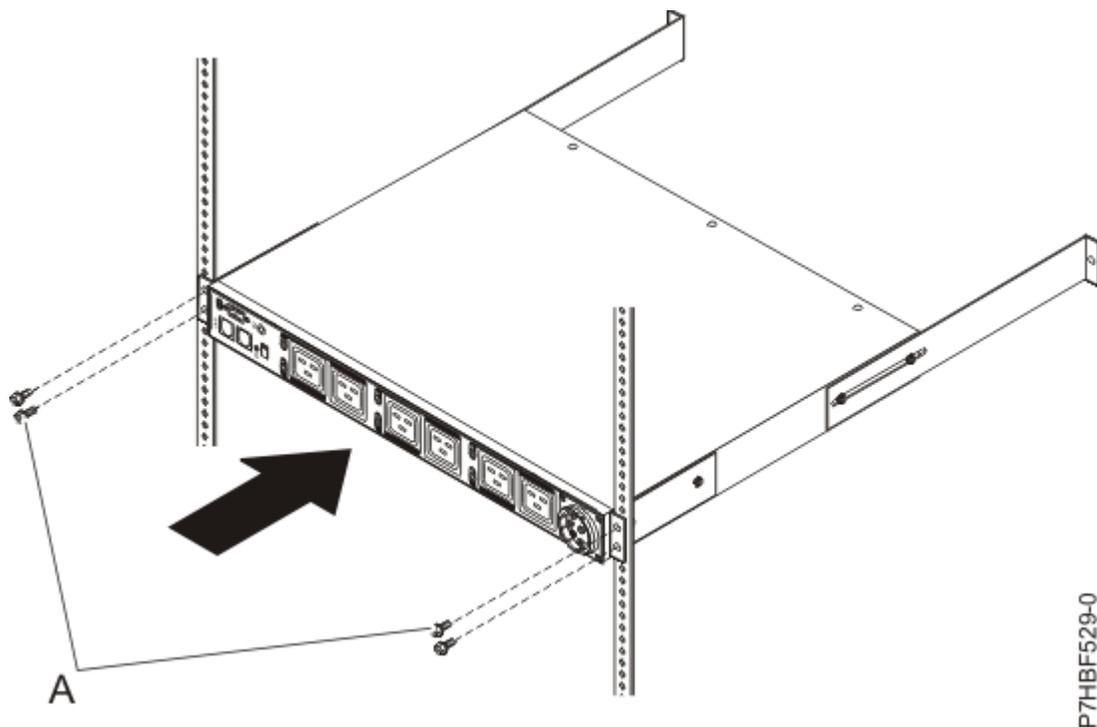

Figure 44. Fixation de l'avant de l'unité PDU+ ou Intelligent Switched PDU dans l'armoire
13. Fixez les crochets de montage longs et le panneau obturateur vide (A) sur l'armoire en procédant comme suit :
- c. Retirez les deux vis M6 (A) si des écrous captifs sont utilisés ou les vis M5 qui fixent l'unité PDU, PDU+ ou Intelligent Switched PDU aux brides de l'armoire.
- h. Alignez l'extrémité du modèle PDU, PDU+ ou Intelligent Switched PDU avec les crochets de montage courts sur l'extérieur des brides de l'armoire. Assurez-vous que les cornières s'alignent correctement avec les brides avant de l'armoire. Dans le cas contraire, marquez et réajustez la longueur des cornières en retirant l'unité PDU, PDU+ ou Intelligent Switched PDU et en répétant les étapes «13.b», à la page 62 à «13.g», à la page 62. Utilisez deux vis M6 (A) si des écrous captifs sont utilisés ou deux vis M5 si des écrous clip sont utilisés pour fixer chaque crochet aux écrous sur les brides arrière de l'armoire.
- j. Alignez le panneau obturateur vide (A) sur l'extérieur des brides de l'armoire, comme illustré dans la Figure 44, à la page 62.
- k. Fixez le panneau obturateur aux brides de l'armoire puis au crochet de montage long avec une vis M6 (B) par crochet. Utilisez les vis fournies avec le kit de montage de l'armoire.